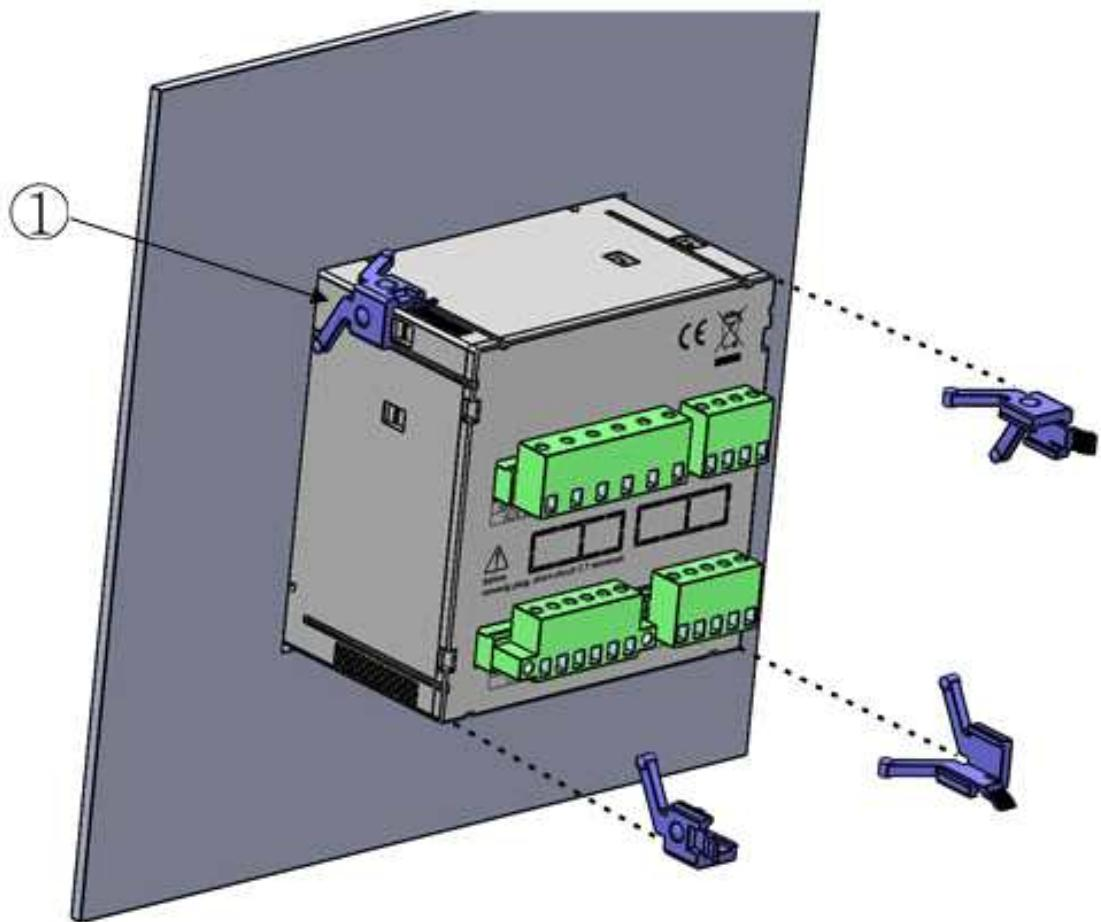

Figure 4-2
2. 위 Figure 4-2와 같이 기기를 네 개의 클램프로 ①처럼 뒤에서 고정합니다.